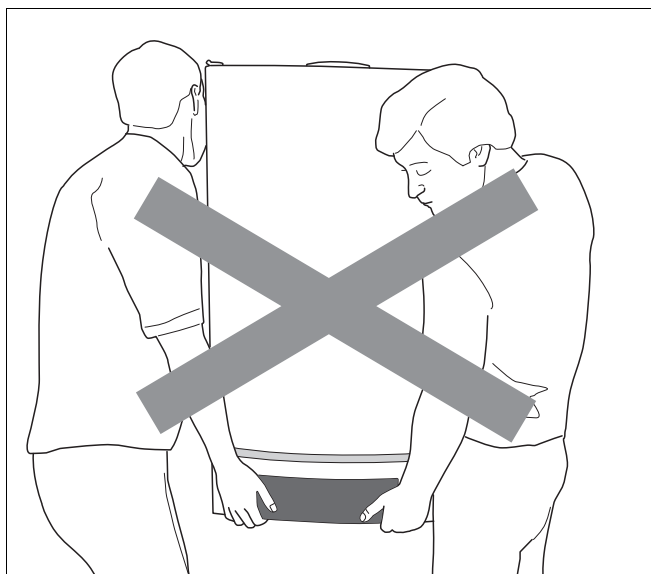

Рис. 3 Неверный подъем и перенос отопительного котла
- Не поднимайте и не переносите отопительный котел за крышку монтажной полки (рис. 3)
Не поднимайте и не переносите отопительный котел за крышку панели управления (рис. 3, стр. 12).